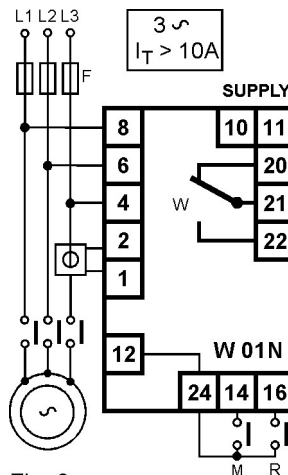

Fig. 9
Seguire lo schema di fig. 9
Follow diagram of fig. 9
b) Se I_t è maggiore di 10A si deve usare un riduttore di corrente (TA)..5 oppure ..1 (schema di fig.9).
Il collegamento si esegue secondo fig.9.
(Rif. Fig. 9)
CONNECTION WITH CT (Ref. Fig. 9)
- b) If I_p is higher than 10A it is requested a current transformer (CT) .../5A or .../1A (fig.9).